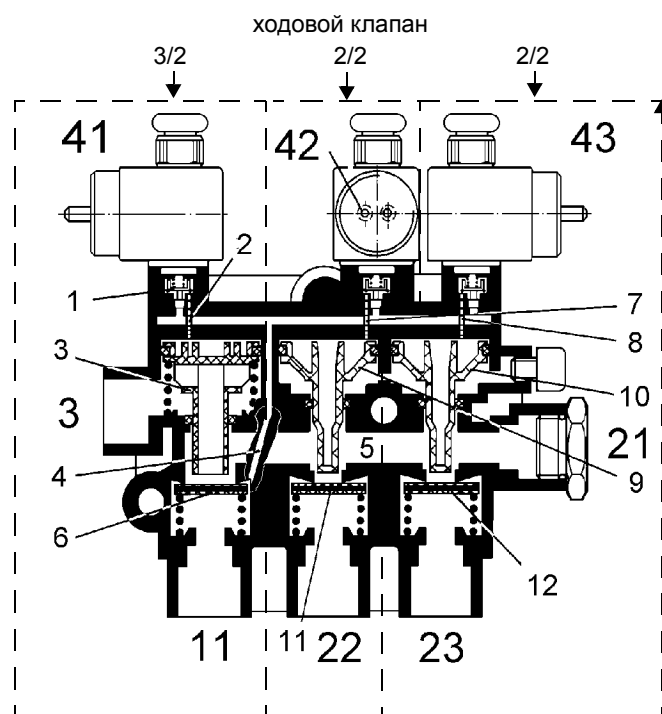

Рис. 25 Изображение в разрезе магнитного клапана ECAS с пневмоклапанами пружинно-возвратного типа для задней оси (отдельные магниты)
Порядок работы 3-ходового 2-позиционного клапана седельного типа таков (рис. 25):
- Если система ECAS управляет левой и правой стороной оси отдельно (ось под управлением 2-х датчиков хода), то каждый отдельный магнит управляет одним 2-ходовым 2-позиционным клапаном (↑ рис. 25).